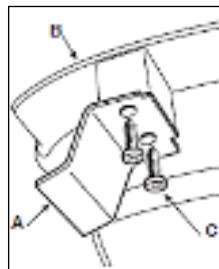

Рис. 26
- Остановите фильтрующий элемент (рис. 26 поз. 2) и крышку воздушного фильтра, закрутите фиксатор (рис. 25 поз. 1).
- Снимите нож-отсекатель (А) с защитного кожуха (В), открутив винты (с) (рис. 26).